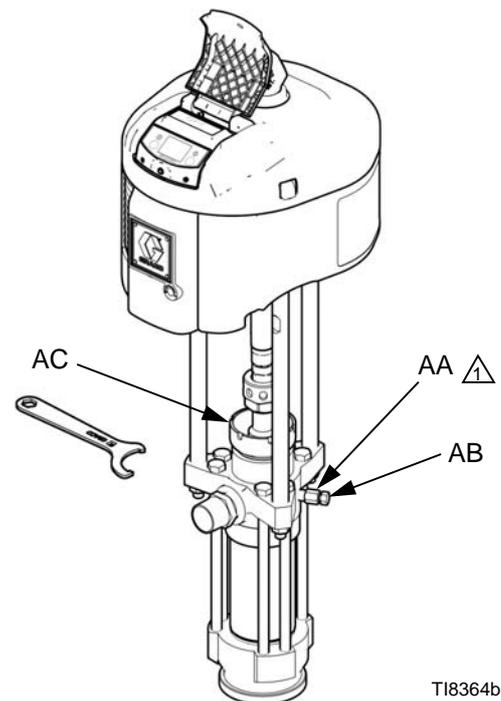

Fig. 3. Válvula de purga y copela húmeda
- Si resulta difícil cebar la bomba, abra ligeramente el tapón de la válvula de drenaje (AB). Utilice el orificio de purga como válvula de cebado hasta que aparezca el fluido por el orificio. Consulte FIG. 3. Cierre el tapón (AB).
Consulte FIG. 3. Revise diariamente la cubeta húmeda (AC). Mantenga la copela húmeda llena de líquido sellante para cuellos (TSL) Graco o un solvente compatible hasta 1/3 de su capacidad.